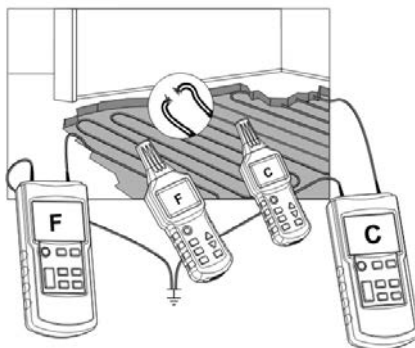

Fig.13b
- Anslut de två sändarna (om två sändare används) som det visas i fig. 13b.